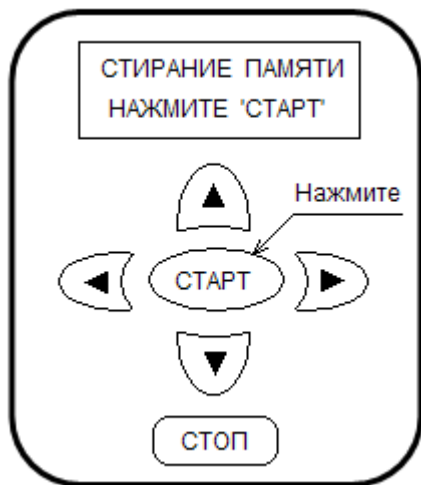

Рис. 29.
- кнопками «ВПЕРЁД», «НАЗАД» выбрать пункт СТИРАНИЕ ПАМЯТИ, далее следовать подсказкам на дисплее, как на рис. 29.